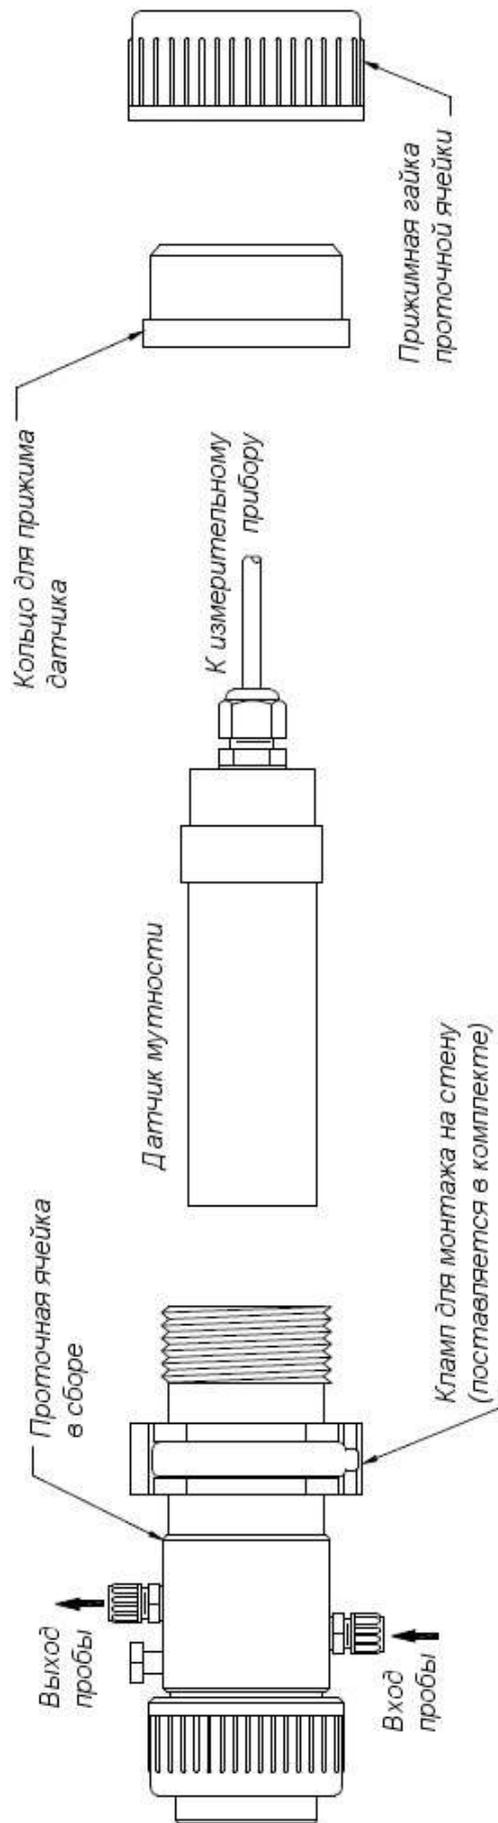

Рисунок 2 - Система измерительной ячейки TU910 с датчиком в разобранном виде
9.2.2 Установка проточного датчика TU8525 в измерительную ячейку TU910 (Рисунок 2).